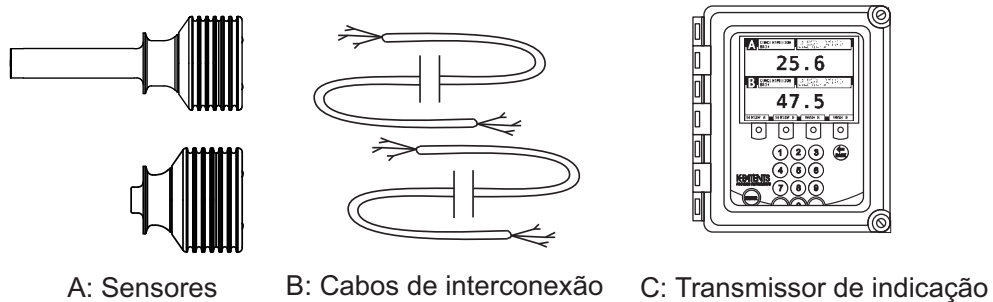

Figura 1.1 Equipamento do refratômetro
O sensor de refratômetro de processo (A em Figura 1.1) mede o n_D de índice de refração e a temperatura da solução de processo. Essa informação é enviada pelo cabo interligando (B) ao Transmissor Indicador (C). O Transmissor Indicador DTR calcula a concentração de sólidos dissolvidos na média de processo baseado no índice de refração e temperatura, levando em consideração condições predefinidas de processo. A saída de sinal analógico do DTR é de 4 a 20mA DC produzindo um sinal proporcional à concentração de solução do processo. As informações de concentração de processo também podem ser transferidas para um computador através de um cabo de Ethernet.